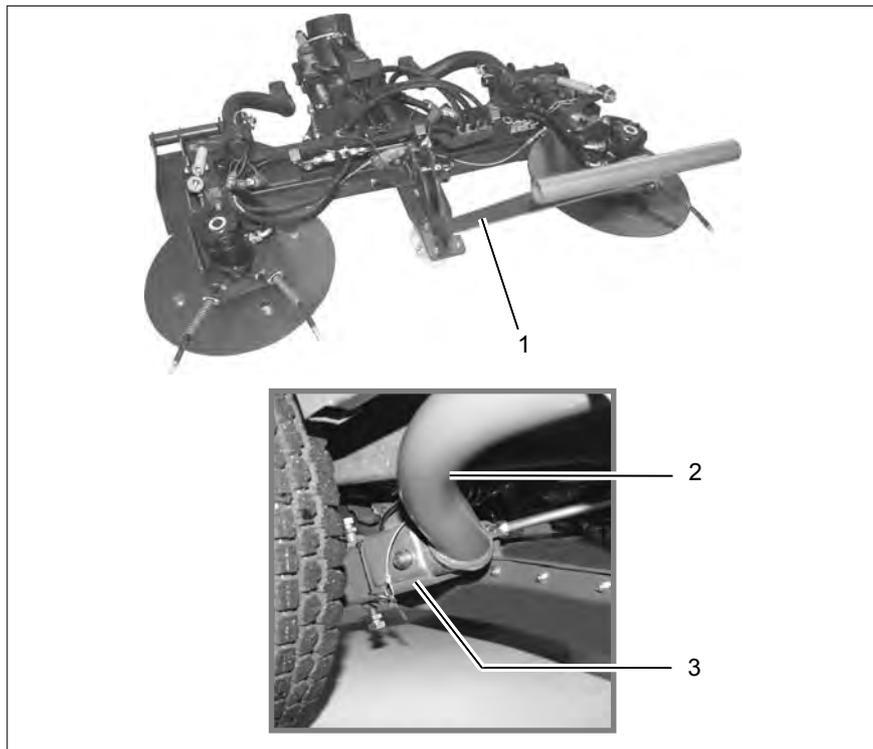

Fig. 29
Le support de stationnement (Fig. 29/1) est requis pour installer la benne.
2. Introduire les bras de support (Fig. 29/2) dans les guidages (Fig. 29/3) et les bloquer avec des boulons de verrouillage et des goupilles de retenue.